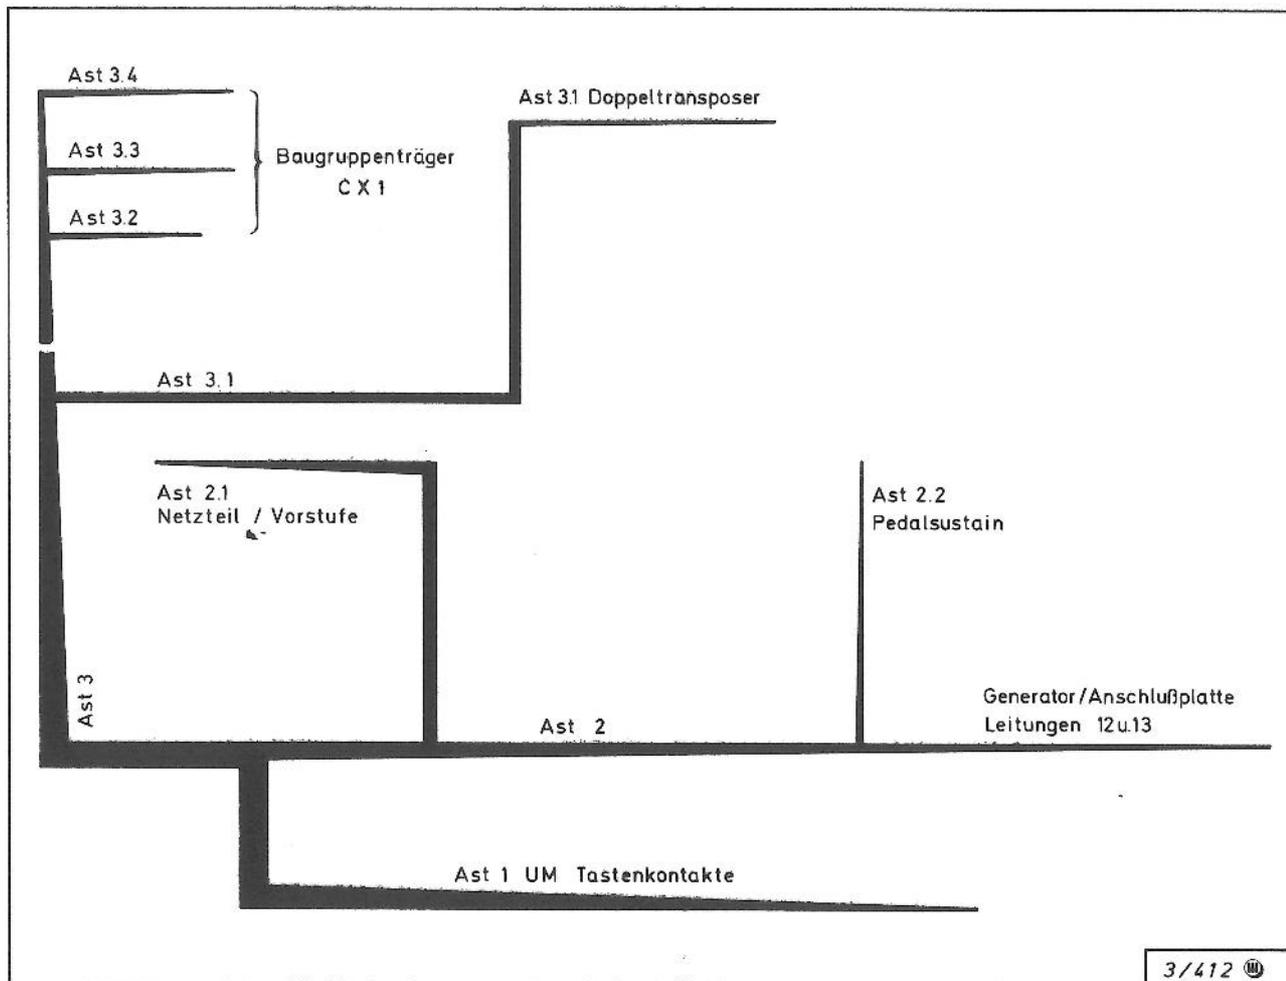

Abb. 28: Kabelbaum SZ 6 ( W 1, 2, 3 und 5)
1. Den Kabelbaum mit Abb. 28 in Einklang bringen.